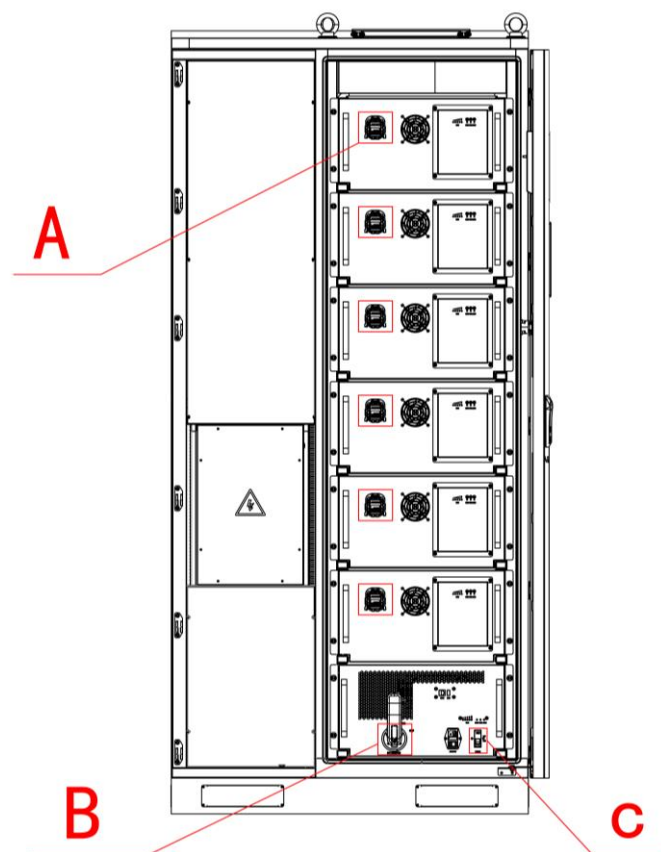

图 7-1 储能机柜操作开关位置总览（KYT30kW-108kWh-A 为例）
*各位置，请参考图 7-1、操作开关位置总览
各断路器的位置，请参考“图 7-1 操作开关位置总览”